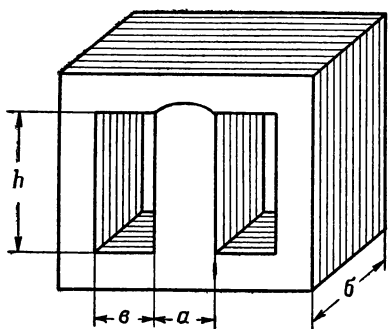

Рис. 183. Сердечник трансформатора
4. Выбирается тип пластины трансформаторной стали таким образом, чтобы размер b был в 1—2,5 раза больше размера a (рис. 183), а произведение ab в сантиметрах равнялось найденному сечению сердечника.